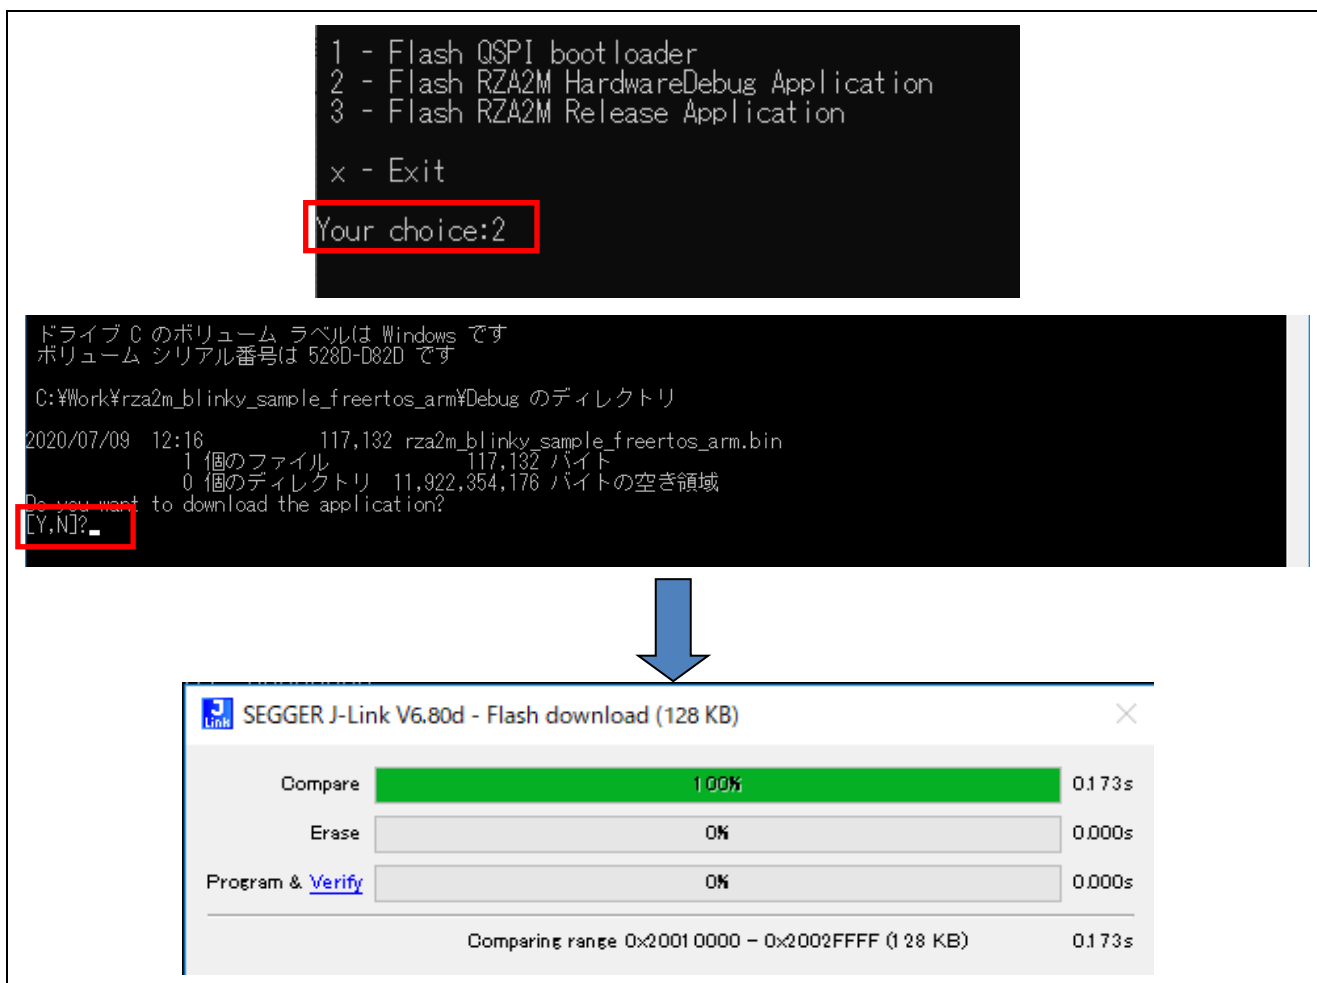

図 3-12 ターゲットプログラムのダウンロード(1/2)
- ターゲットプログラムをダウンロードする為、「2」を入力し（Release 版の場合は「3」を入力）、リターンキーを入力します。ブートプログラムをダウンロードした後にそのまま続けることもできます。その後「[Y,N]?」と表示されたら「y」を入力します。その後、ターゲットプログラムのダウンロードが開始されます(図 3-12)。